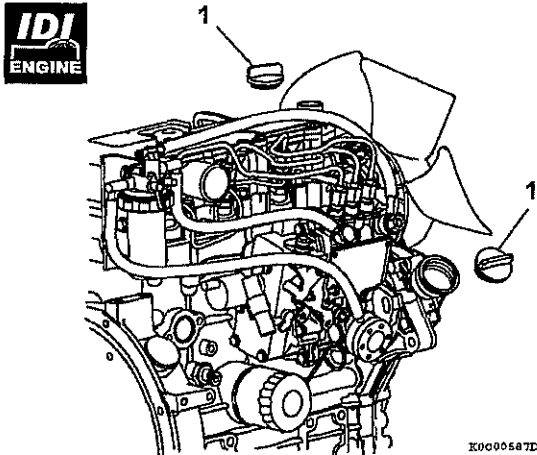

図 7
4. 給油口のふた (1, 図 7) のうち、どちらか一方を取り外し、クランクケース内の空気を抜いて潤滑油が抜き出しやすくなるようにします。